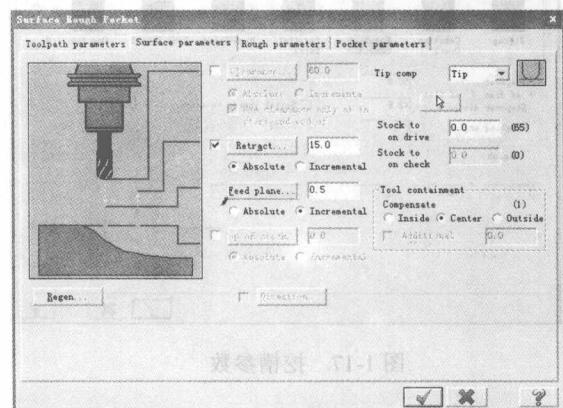

图 1-14 曲面参数
③ 选择完毕后，系统弹出 3D 曲面挖槽刀路对话框，进入刀具参数界面，刀具及刀具参数同上一工序。
④ 单击曲面挖槽刀路中 **Surface Parameters** 对话框，曲面参数设置如图 1-14 所示。加工余量取 0.0mm。